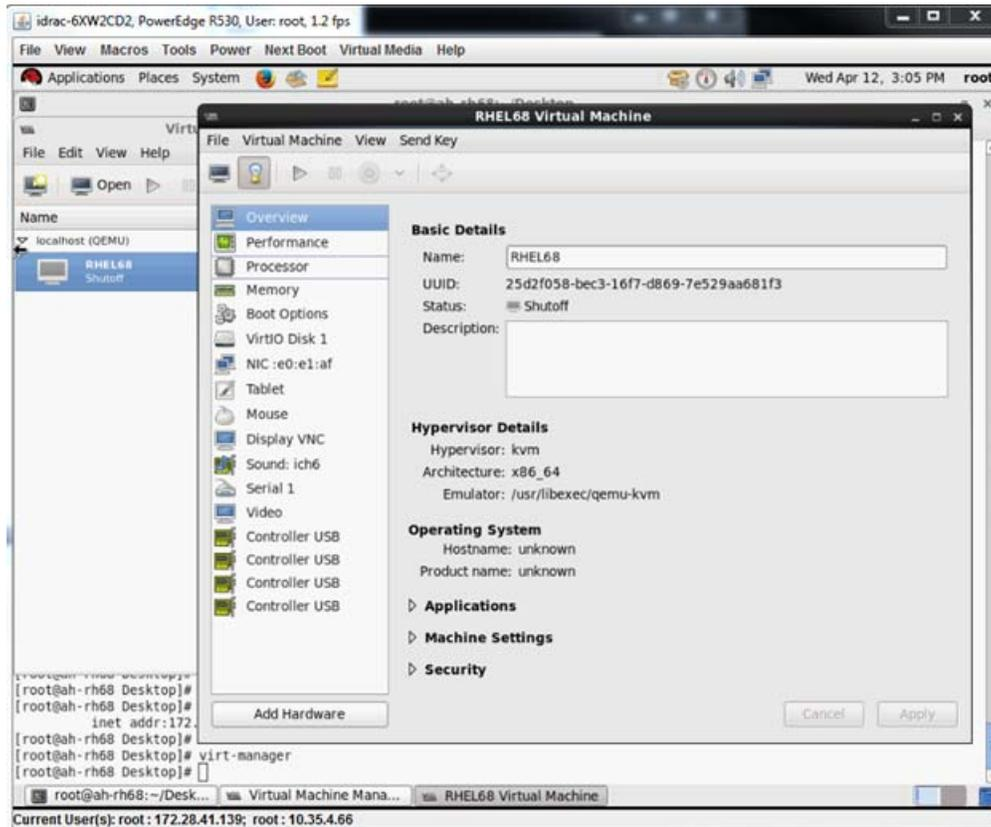

Abbildung 11-13. RHEL68 – Virtuelle Maschine
- a. Klicken Sie im Dialogfeld „Virtual Machine“ (Virtuelle Maschine) (Abbildung 11-13) auf **Add Hardware** (Hardware hinzufügen).